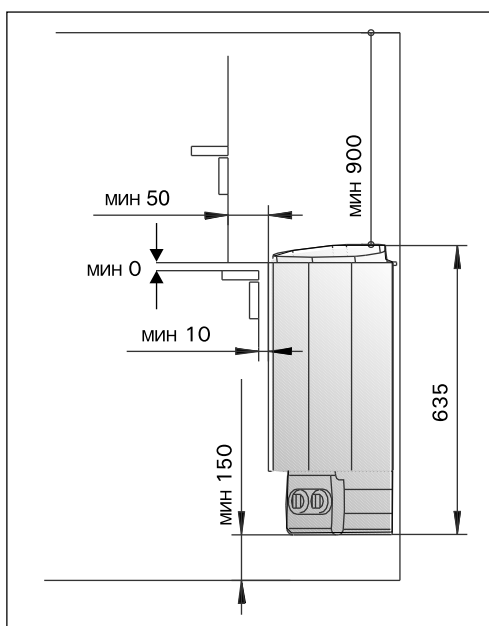
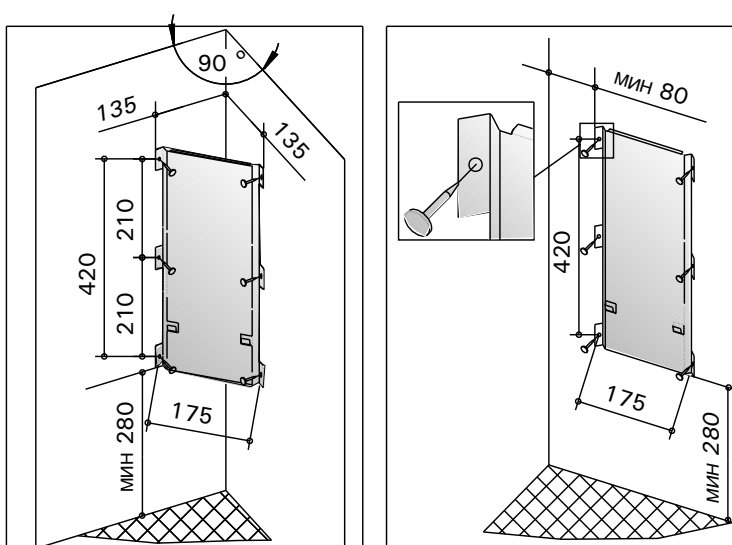

Рисунок 6. Расстояния безопасности
Рисунок 7. Установка крепёжной рамы
- При расположении каменки выполняются условия минимальных расстояний, изображенных на рис. 6 и указанных в таблице 1.
1. С помощью прилагаемых шурупов прикрепите к стене монтажную раму, соблюдая минимальные расстояния, указанные в на рис. 6. Установка рамы изображена на рис. 7.
При установке защитного ограждения вокруг каменки следует соблюдать расстояния, указанные на рис. 6 и 8.